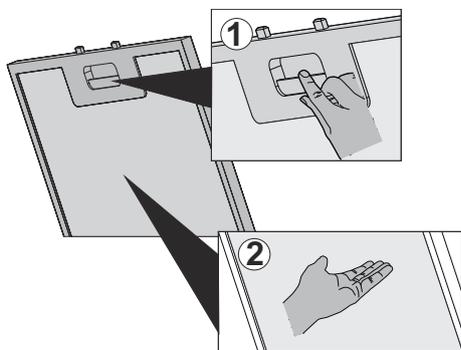

Fig. 7
- Premere la linguetta del filtro di alluminio (1) e tirare il filtro di alluminio nella direzione della freccia (Fig. 7/1).
- Mentre togliete il filtro di alluminio, tenetelo con l'altra mano per evitare che cada. (Fig. 7/2).